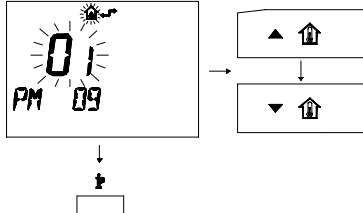

fig. 9.20
- 4 Per modificare il **SET** programmato agire sui pulsanti  o  e aspettare che il numero programmato cominci a lampeggiare (fig. 9.20)